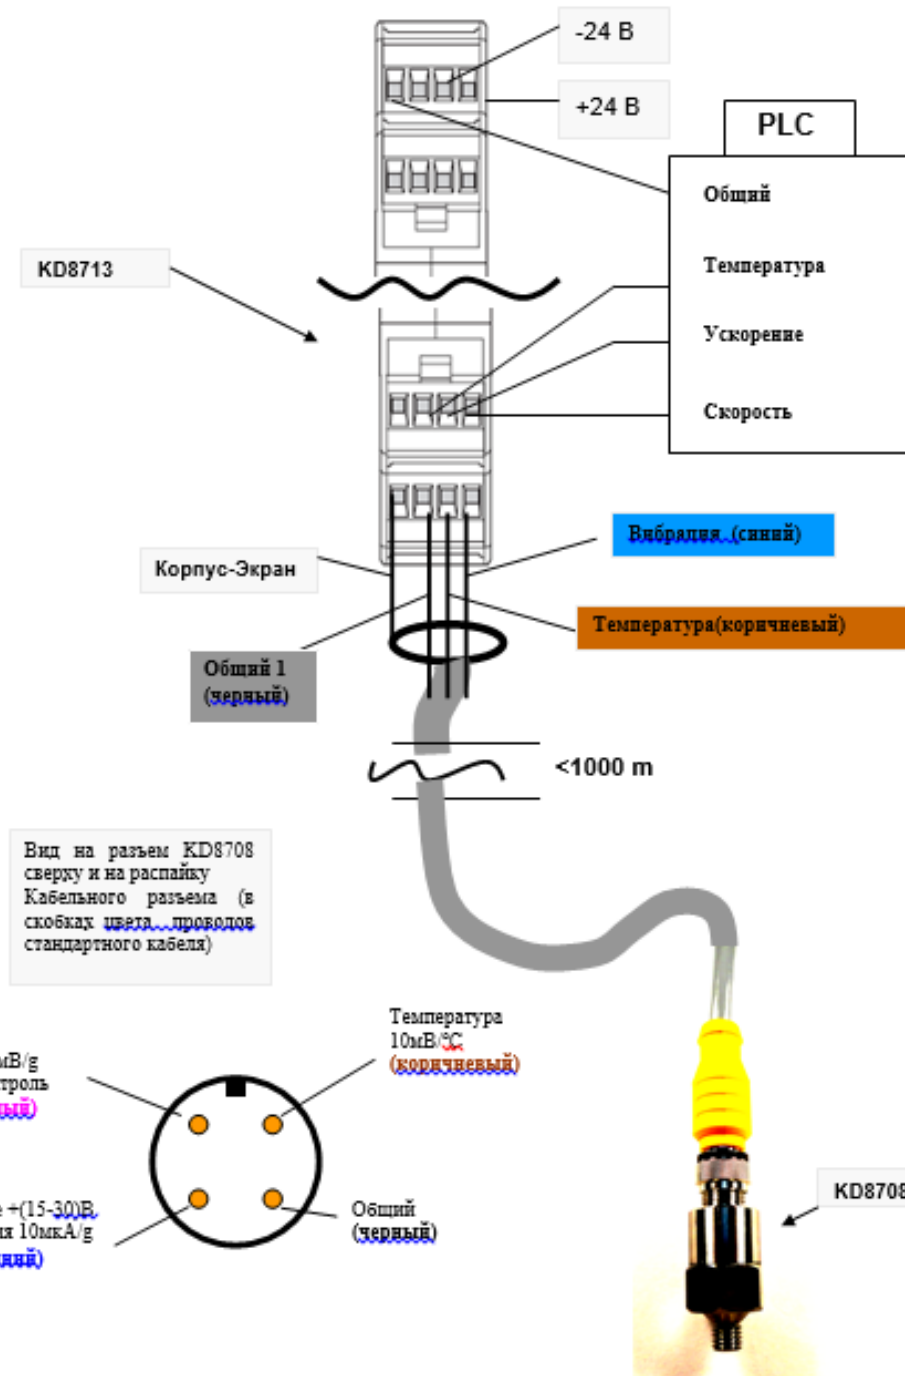

Рисунок 2.2. Схема подключения ВПВ по токовым выходам
3.2.2. При применении ВП в невзрывоопасных условиях структурная схема соответствует рис. 2.2.